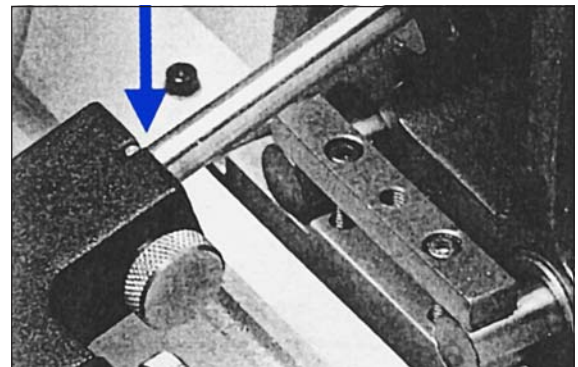

Fig. 11.2
6. Empuje el porta-cuchillas sobre el brazo hasta el tope. Apriete el tornillo de sujeción fijamente (**Fig. 11.2**).